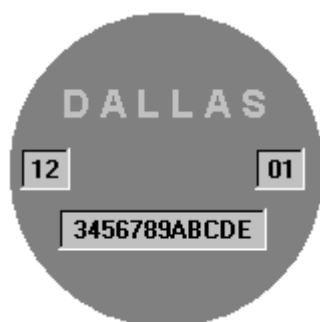

Рисунок 6.15 Расположение кода на ключе Touch Memory
- **Touch Memory** – 8 байт (16 символов), используются цифры и буквы от А до F. Код ключа может быть указан на его корпусе (см. Рисунок 6.15);